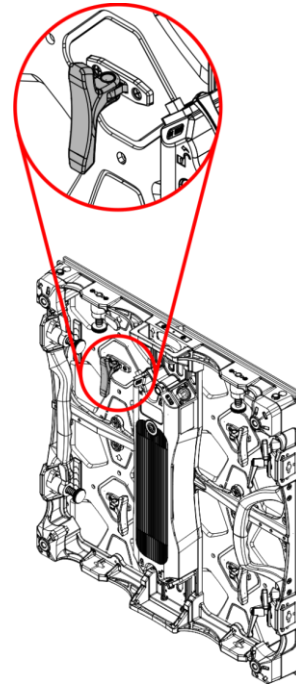

Fig. 64
- 02) Sujete la **manivela de servicio (15)** con una mano y saque el módulo de pantalla LED del **marco del panel (18)** como se muestra en las Fig. 64 y 65.